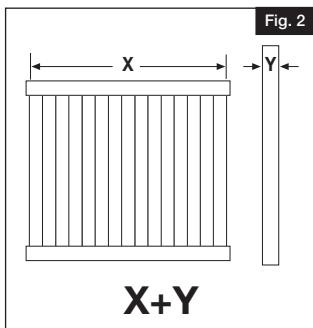

Fig. 2
Mida el ancho del panel de valla (X); y sume el ancho del poste (Y). Esta es la medida normal de centro a centro (a menos que se corte el panel) para la ubicación del hoyo de poste (Fig. 2).